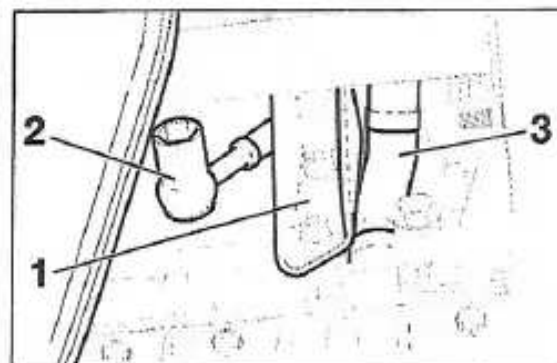

FIGURA 1-21
- el soporte inferior del turbo (1) (figura 1-21).
- la tubería de alimentación de aceite del turbo al motor (2) (figura 1-21).
- la tubería de sobrante de aceite del turbo (3) al motor. Prever el flujo de aceite y taponar los orificios abiertos (figura 1-21).